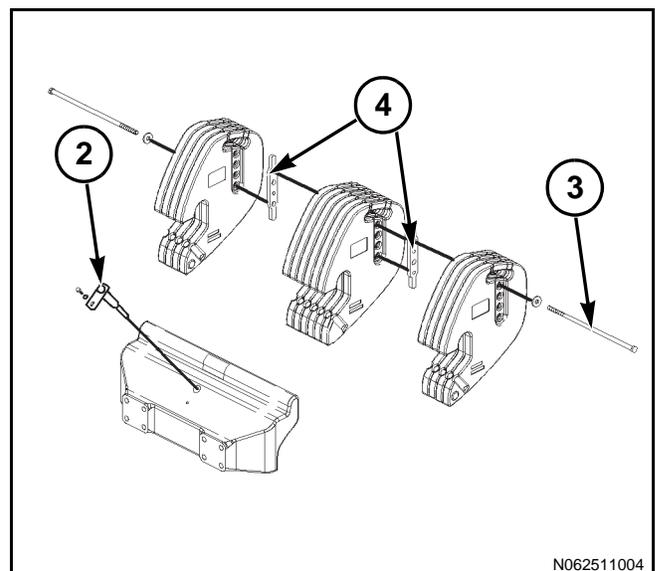

FIG. 219
FIG. 219: La instalación del portador (2) evitará el desplazamiento de los pesos delanteros. Si se arman entre 15 y 20 pesos, fije los pesos utilizando dos pernos (3). Cada perno debe atornillarse en una placa (4).